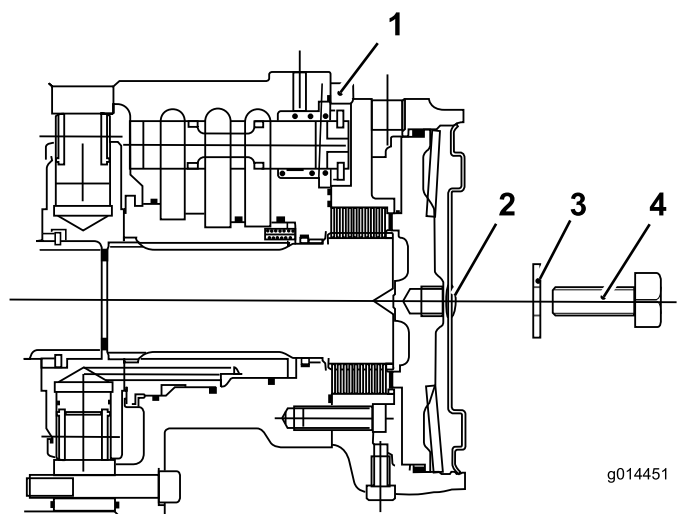

Figura 42
- Montate il tappo esagonale sulla piastra di chiusura del motorino (Figura 42).